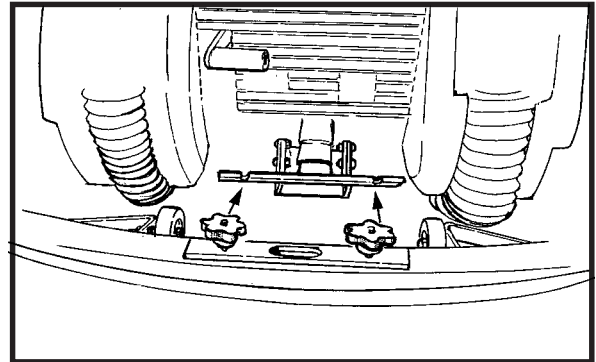

Abb. 9
1. Entfernen Sie das Saugleistenteil, indem Sie die zwei Knöpfe, die die Saugleiste an der Maschine befestigen, lockern. Ziehen Sie das Saugleistenteil ab. Siehe Abb.9.